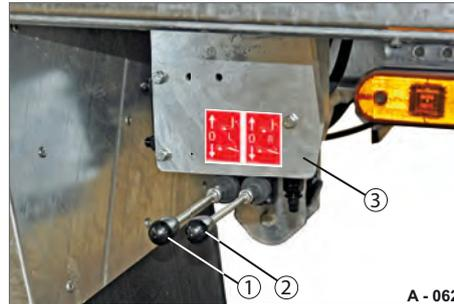
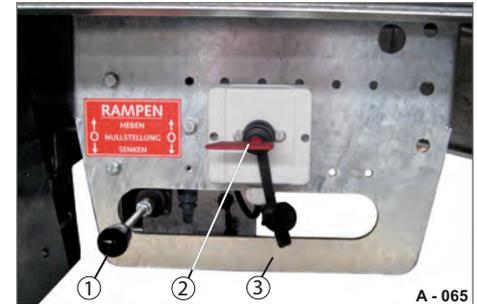

Abb. 100 Bedienstelle
Abb. 102 Bedienstelle, (Elektro-Hydraulik)
- ▶ Entsprechenden Hebel betätigen (Abb. 100/1 oder Abb. 100/2) bzw. den Hebel (Abb. 102/1) für die Überfahrwand, zum Ansteuern der Hydraulik-Zylinder.